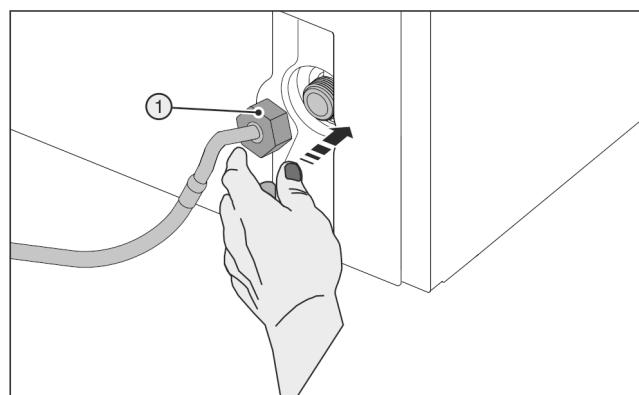

Fig. 29
- Oprezno postavite maticu Fig. 29 (1) i ravno je zavrnite na navoj.
- Oprezno postavite maticu Fig. 29 (1) i zavrnite je s dva prsta ravno na navoj sve dok se sigurno ne pričvrsti.
- Pomoći alat (5) upotrebljavajte isključivo pri sobnoj temperaturi.
- Pritežite maticu Fig. 29 (1) pomoćnim alatom (5) u smjeru kazaljki na satu sve dok ne postignete maksimalni pritezni moment i dok se pomoći alat (5) okreće.